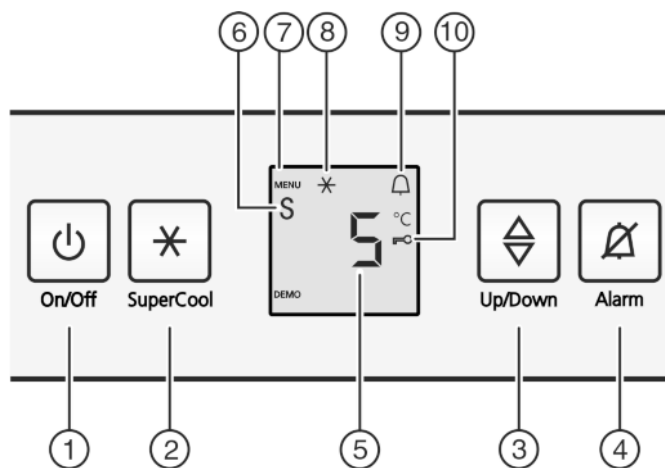

Fig. 2
- ▶ Taste On/Off Fig. 2 (1) drücken.
- ▶ Einstellmodus aktivieren: Taste SuperCool *Fig. 2 (2)* ca. 5 s drücken.
- ▷ Das Symbol Menu *Fig. 2 (7)* leuchtet.
- ▶ Mit Einstelltaste *Fig. 2 (3)* wählen.
- ▶ Die Taste SuperCool *Fig. 2 (2)* kurz drücken, um zu bestätigen.
- ▶ Zum Einschalten der Kindersicherung Taste SuperCool *Fig. 2 (2)* kurz drücken.
- ▷ Das Symbol Kindersicherung *Fig. 2 (10)* leuchtet. In der Anzeige blinkt **c**.
- ▶ Zum Ausschalten der Kindersicherung Taste SuperCool *Fig. 2 (2)* kurz drücken.
- ▷ Das Symbol Kindersicherung *Fig. 2 (10)* erlischt. In der Anzeige blinkt **c**.
- ▶ Einstellmodus deaktivieren: Taste On/Off *Fig. 2 (1)* drücken.
- ▶ Taste Alarm *Fig. 2 (4)* drücken.
- ▶ Um die Sabbath Mode Funktion aufzurufen: Taste SuperCool *Fig. 2 (2)* kurz drücken.
- ▶ **Zum Einschalten** des Sabbath Mode Taste SuperCool *Fig. 2 (2)* kurz drücken.
- ▶ **Zum Ausschalten** des Sabbath Mode Taste SuperCool *Fig. 2 (2)* kurz drücken.
- ▷ In der Temperaturanzeige wird das Symbol Sabbath Mode *Fig. 2 (6)* angezeigt, solange der Sabbath Mode aktiv ist.
- ▶ Temperaturfunktion aufrufen: Die Einstelltaste *Fig. 2 (3)* drücken.
- ▶ Temperatur in 1 °C -Schritten ändern: Einstelltaste *Fig. 2 (3)* so oft drücken, bis die gewünschte Temperatur in der Temperaturanzeige leuchtet.